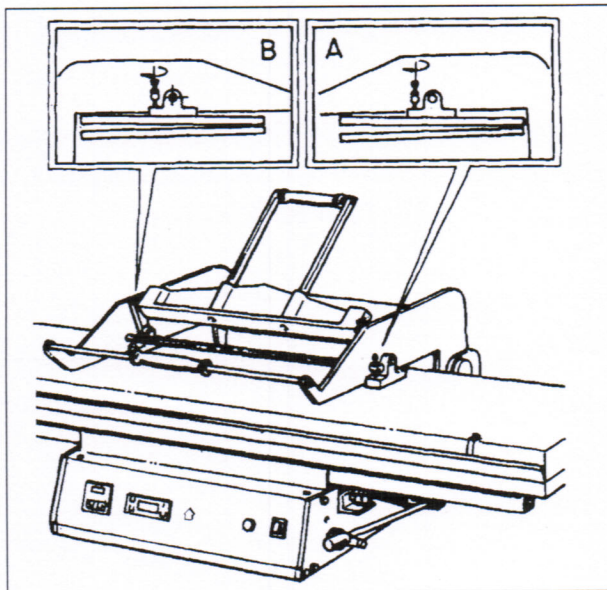

Fig. 12
- Agire sulle due viti di regolazione vedi Fig. 12 riquadro A / B
- Agir sur les deux vis de réglage voir Fig. 12 position A / B
- Adjust the two setting screws, see Bild. 12 box A / B
- Mit Hilfe der Schrauben regulieren siehe Abb. 12 Schriftfeld A / B